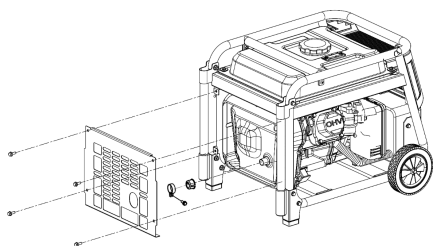

Figura 15. Desmontagem do pára-centelhas.
7.5 Reparação do pára-centelhas, consultar a figura 15.